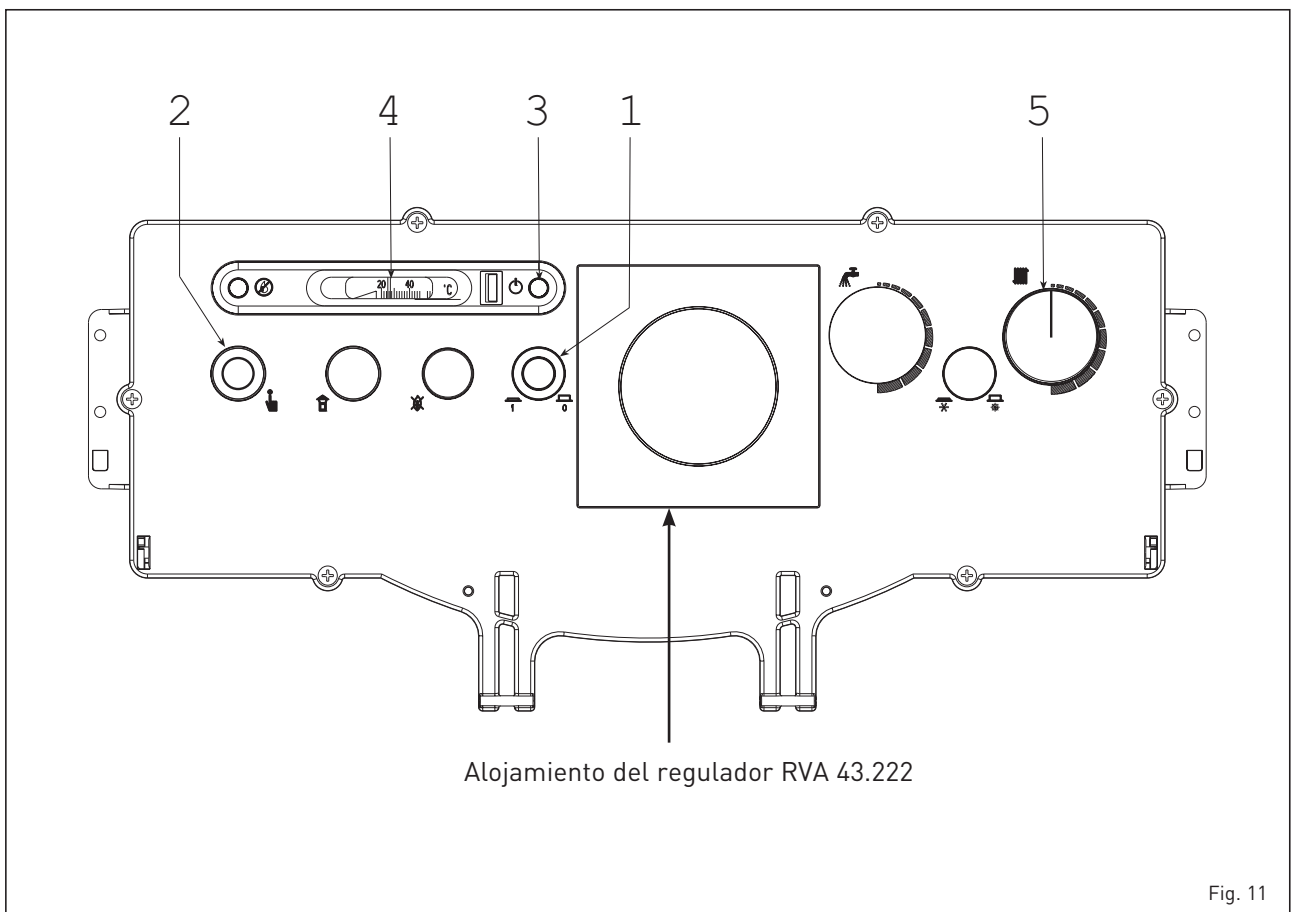

Fig. 11
Todas las funciones de la caldera "2R GT OF" pueden ser controladas desde la centralita opcional cod. 80963.03, suministrada con sonda de temperatura exterior (SE) y sonda de inmersión caldera (SC). La centralita se instala en el panel de mandos sustituyendo la cobertura correspondiente (fig. 11). La centralita prevé la conexión de
la siguiente manera [fig. 11]:
El termóstato de seguridad de rearme automático calibrado a 100°C (2 fig. 11) interviene, provocando el inmediato apagado del quemador, en el caso que se manifestara accidentalmente una sobret temperatura en la caldera. Esperar que la
Para apagar temporalmente la caldera quitar la tensión eléctrica actuando sobre el interruptor general (1 fig. 11).